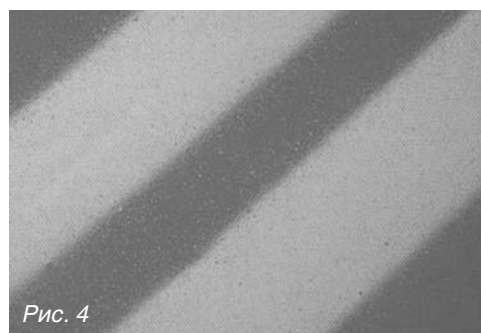

Рис. 4
- Работая с двухкомпонентными материалами, строго следите за влажностью в рабочем помещении. Значение относительной влажности не должно превышать 80%. Влага - причина появления "песчаной поверхности" (рис. 4) на покрытии. Емкости и рабочие инструменты, а также окрашиваемые поверхности, должны быть сухими и, конечно же, чистыми.